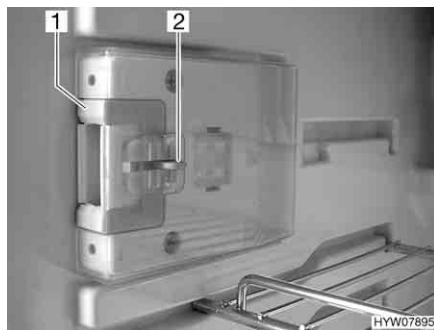
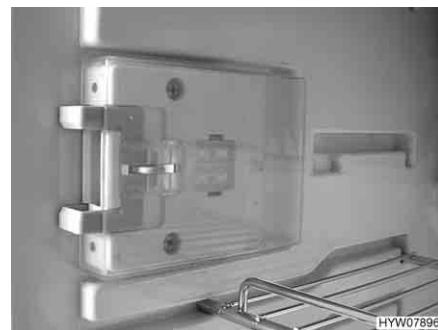

Fig. 142 Dispositivo di chiusura in posizione normale
Fig. 143 Dispositivo di chiusura in posizione di ricircolo d'aria
- Premere il dispositivo di sblocco (Fig. 142,2).
- Spingere il dispositivo di chiusura (Fig. 142,1) in avanti (Fig. 143).